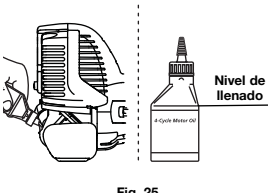

Fig. 25
- NOTA:** Use la botella y la boquilla que guardó del uso inicial para medir la cantidad correcta. El nivel de 100 ml (3,4 onzas) está aproximadamente en la parte superior de la etiqueta de la botella (Fig. 25). Mida el nivel con la varilla de medición. Si el nivel está bajo, agregue una pequeña cantidad de aceite y vuelva a medir (Fig. 25). No lo llene demasiado.